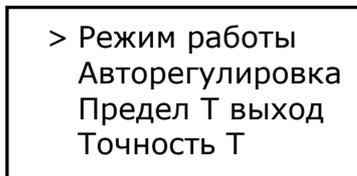

Рис. 11
7.13. Для входа в меню необходимо удерживать нажатой **кнопку выбора** (см. рис. 7) более 3 сек. Первая страница меню показана на рис. 11.
При перемещении курсора вниз на первой странице меню (см. рис. 11) произойдёт переход на вторую страницу меню.